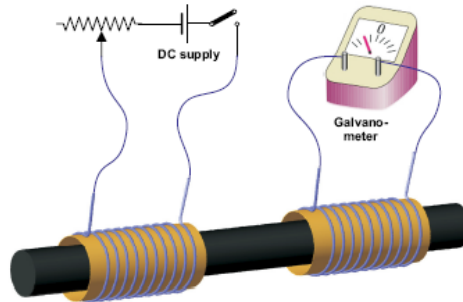

fig. 2 : Indução eletromagnética com duas bobinas
Na Parte II a corrente na bobina de fio é novamente observada, mas o campo na bobina será causado pela corrente em uma outra bobina de fio mantida próximo. A variação no campo pode ser causada tanto pelo movimento relativo das bobinas quanto pela variação da corrente que gera o campo (fig.2), nesta parte é discutido o sentido da corrente induzida (Lei de Lenz).
1. Conecte uma bobina em série com a fonte DC, a chave, e o reostato (veja fig. 2).
6. Faça um esquema semelhante ao mostrado na fig. 2, exibindo o sentido da corrente na segunda bobina, para os dois casos e interprete pela Lei de Lenz.